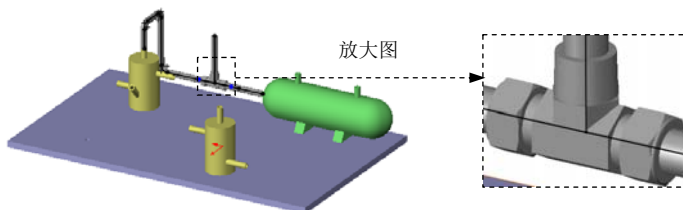

图 11.10.8 三通管的添加
Step3. 完成三通管的添加，如图 11.10.8 所示。
Step2. 创建自动步路。选择  管筒设计 功能选项卡中的  自动步路(A) 命令，系统弹出“自动步路”对话框；在  自动步路(A) 区域中取消选中  正交线路(O) 复选框，在模型中选取 Step1 创建的线路端点和图 11.10.8 所示的直线端点作为步路点；单击对话框中的  按钮，完成软性管筒的创建。